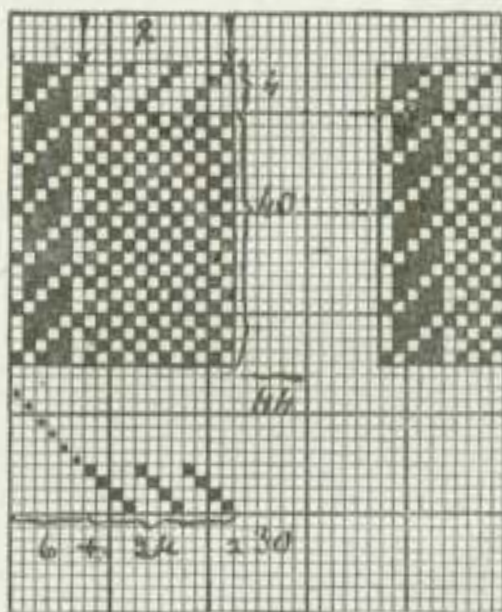

Fig. 21.
b) della fig. 21, nella quale 24 fili lavorano rispettivamente in 4 calze in C, in 6 calze in D ed in 8 in E.